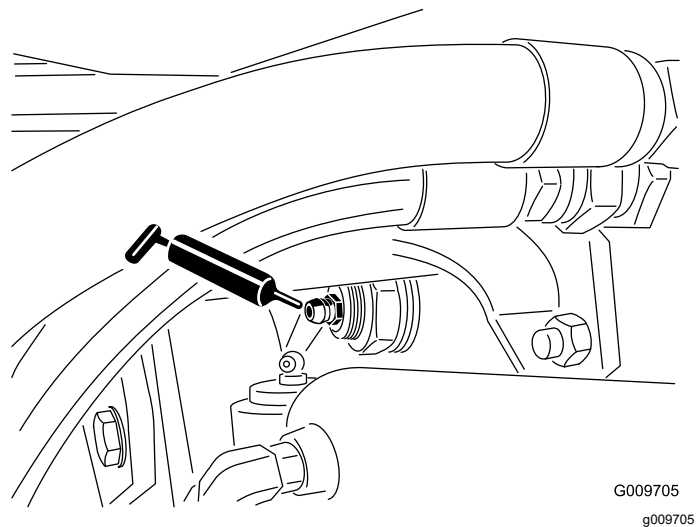

Figure 76
- Bagues de pivot d'essieu arrière (2), comme montré à la Figure 76.